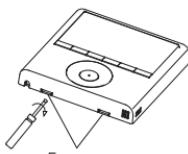

Fig. 3-4
- Rimuovere la parte superiore del comando a filo (Fig. 3-4)